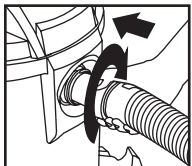

FIGURA 26
34. Vuelva a insertar la manguera dentro de la entrada y ajuste la tuerca de fijación. **FIGURA 26**